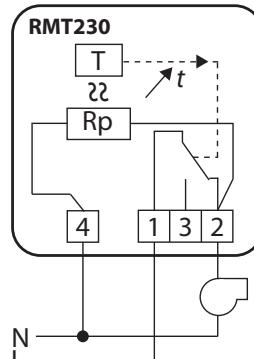

Fig. 6
Le thermostat RMT avec résistance anticipatrice a un faible différentiel de température pour assurer une régulation plus fine. Raccorder dans ce cas le borne ④ comme indiqué Fig. 6 et 7.